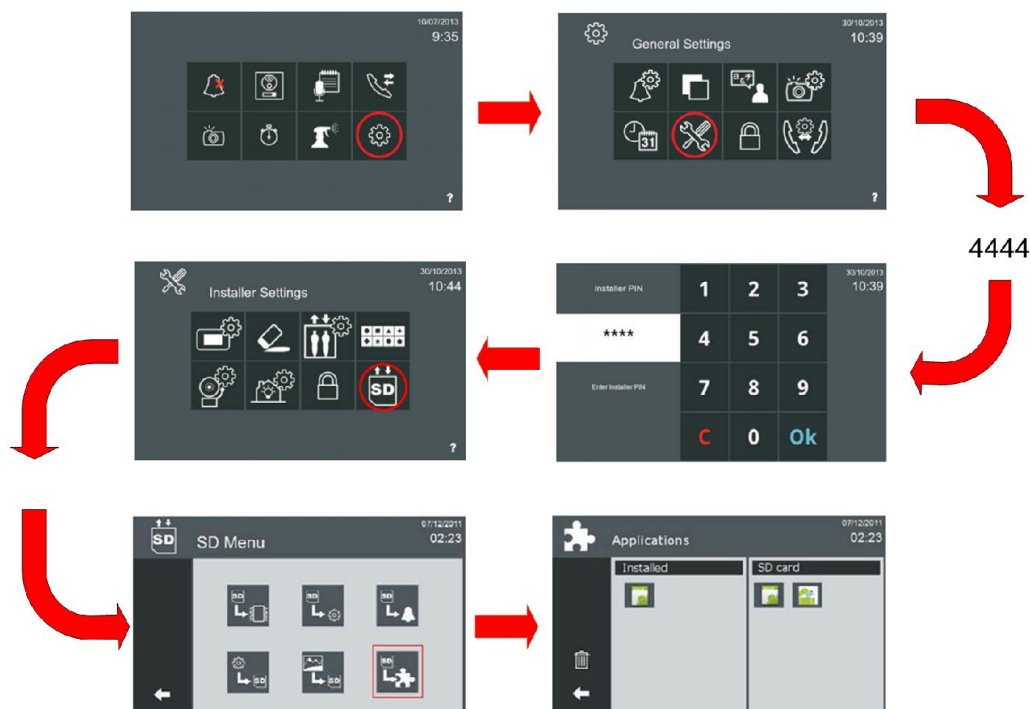

Imagen 7. Proceso de instalación de la aplicación en el monitor VIVO.
- Primero, formatee la tarjeta SD e introdúzcala en el monitor VIVO, después acceda al menú de instalación en el monitor VIVO y a continuación en el menú (ver Imagen 7).
- A continuación, acceda al menú Installer (instalador), introduzca la clave **4444** por defecto, y haga clic en el menú SD (ver Imagen 7).